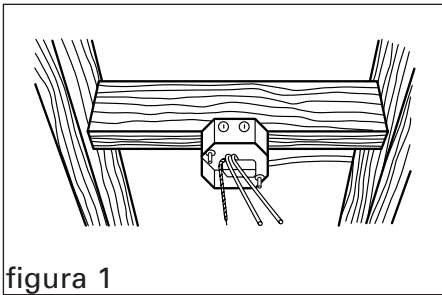

figura 1
1. Hale el cable dentro de la caja de empalme y sujete con abrazadera usando el conector provisto (figura 1).